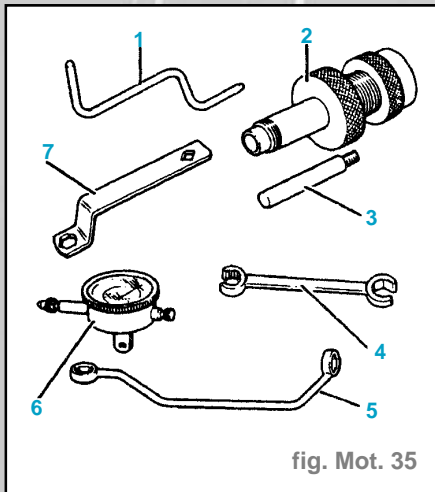

fig. Mot. 35
- Utiliser l'outillage spécial (fig. Mot. 35).